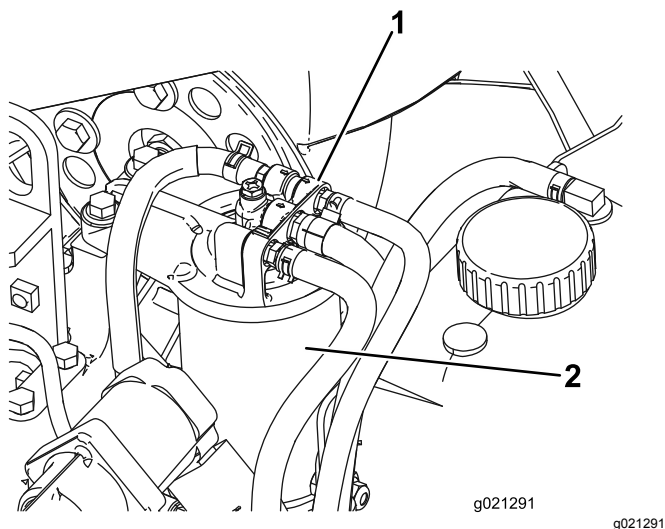

Figura 94
1. Pulite le superfici circostanti la testa del filtro del carburante (Figura 94).
2. Togliete il filtro e pulite la superficie di montaggio della testa del filtro (Figura 94).